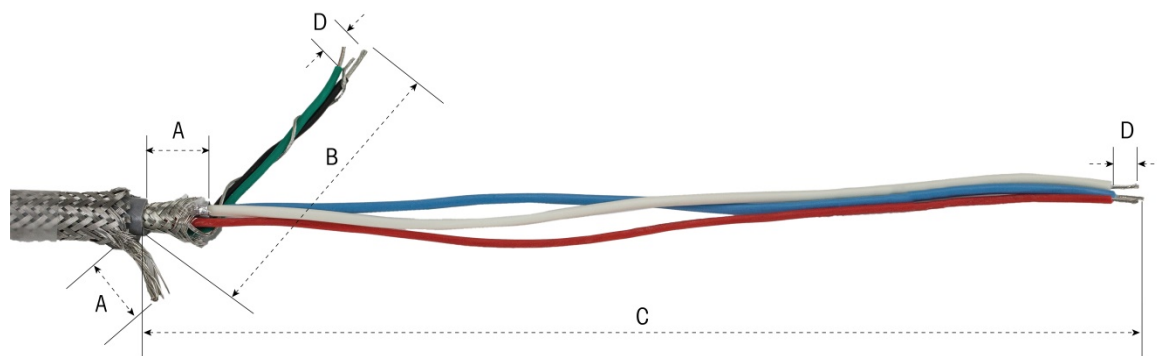

Figure 2-61 : Préparation du câble POWERCELL – panneau
1. Découpez et retirez une longueur appropriée de la tresse de blindage extérieure, de la gaine isolante, du blindage tressé intérieur et de l'isolant conformément à la Figure 2-61 et au Tableau 2-7.